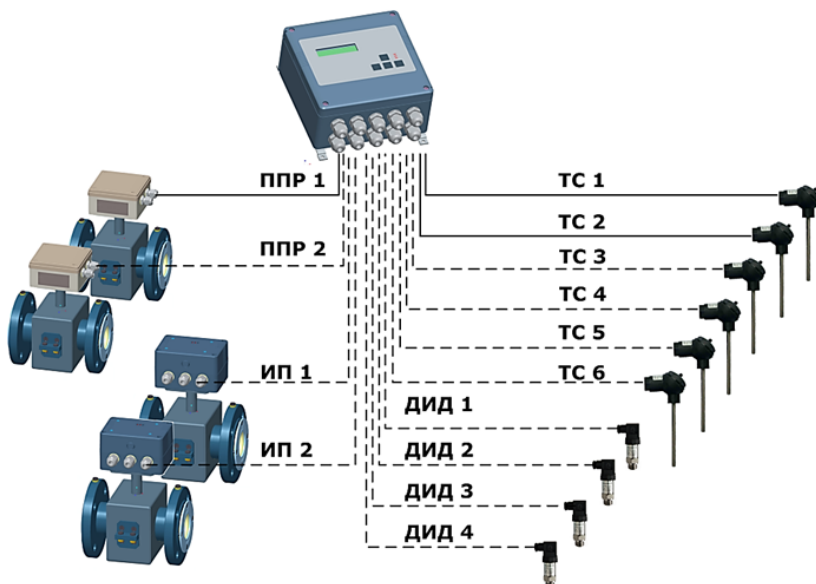

Рис. 4.1
4.1 Теплосчетчик состоит из ИВБ и подключаемых к нему ППР, ИП, ТС и ДИД. Схематическое изображение теплосчетчика приведено на рис. 4.1. Штриховой линией изображены линии связи с измерительными преобразователями, наличие которых определяется при заказе.